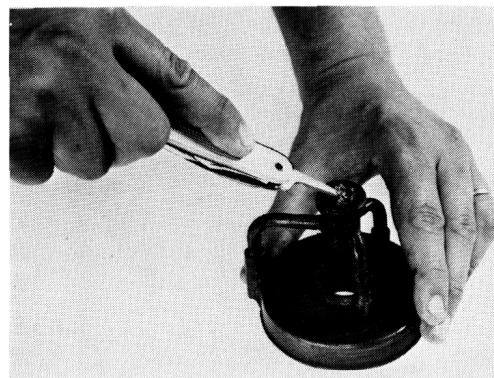

Fig 38
- Dichtungsring mit der Sackmesserahle restlos herauskratzen (Fig 38) und durch einen neuen aus der Ersatzteilschachtel ersetzen.
- Enlever les restes du joint à l'aide du poinçon du couteau militaire (Fig 38) et le remplacer par un joint neuf tiré de la boîte contenant les pièces de rechange.
- Togliere la guarnizione raschiandola con la punta del coltello da tasca (Fig 38) e sostituirla con una guarnizione nuova tolta dalla scatola dei pezzi di ricambio.
- Dichtungsring mit der Sackmesserahle restlos herauskratzen (Fig 38) und durch einen neuen aus der Ersatzteil-schachtel ersetzen.
- Brennerelement abnehmen. Dichtungsring mit der Sackmesserahle restlos herauskratzen und durch einen neuen ersetzen (Fig 38). Brennerelement wieder montieren.